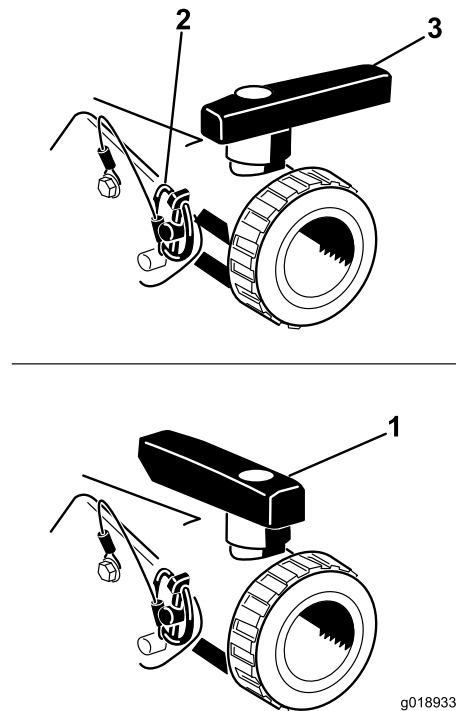

Figure 45
Ouvrez le robinet pour vidanger tout produit restant dans la cuve et éliminez le produit en conformité avec la réglementation locale et les instructions du fabricant du produit (Figure 45). Une fois la vidange terminée, enlevez du support la goupille à anneau qui fixe le robinet de vidange à la machine et laissez le robinet reposer sur le sol. Cela permet au liquide encore présent dans la canalisation d'être vidangé.
3. Lorsque la cuve est complètement vide, fixez le robinet au châssis avec la goupille à anneau enlevée précédemment et fermez le robinet de vidange (Figure 45).